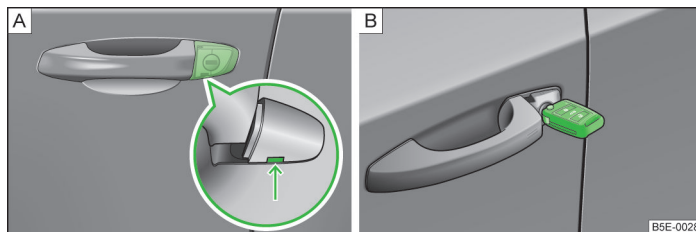

Fig. 17 Empuñadura en la puerta del conductor: Bombín de cierre tapado/
- Introducir la llave del vehículo en el rebaje del lado inferior de la cubierta en la zona de la flecha y apalancarla hacia arriba » [fig. 17 \[A\]](#).